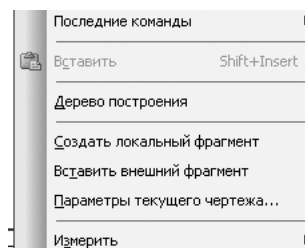

Рис.6.4. Контекстне меню
6.2.1. Створення локального фрагмента. Щоб у межах документу створити локальний фрагмент, слід у будь-якому місці кресленника викликати функцію **Создать локальный фрагмент** з *контекстного меню* (рис.6.4).